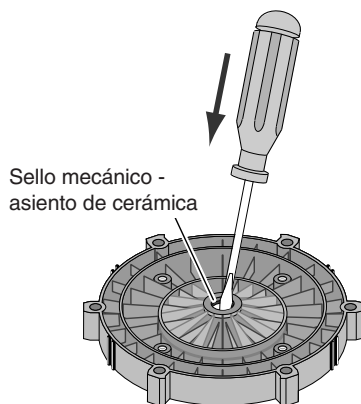

Figura 7
9. Coloque la plancha de estanqueidad boca abajo sobre una superficie plana y golpetee el asiento de cerámica para sacarlo (Figura 7).